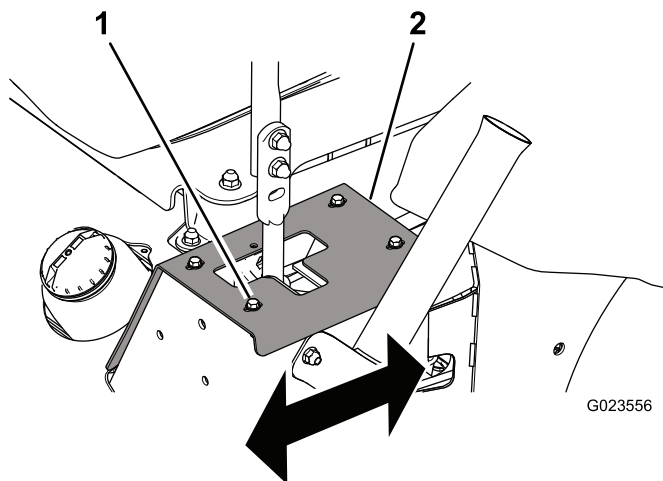

Figura 55
- Si se desvía hacia la derecha, afloje los pernos y ajuste la placa de tope izquierdo hacia atrás hasta que la máquina avance en línea recta (Figura 55).
- Si se desvía hacia la izquierda, afloje los pernos y ajuste la placa de tope derecho hacia atrás, hasta que la máquina avance en línea recta (Figura 55).
1. Perno (4)
3. Apriete los pernos para sujetar la placa de tope (Figura 55).